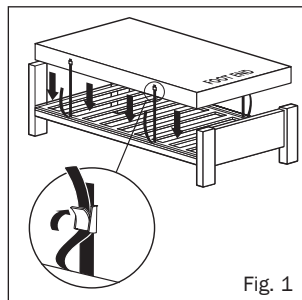

Fig. 1
3. Bevestig de matras aan het bedkader door middel van verstelbare riemen. Steek de bevestigingsriemen onder de originele matras door (of onder het bed kader) en maak vast met de gesp (FIG 1). Dit laat toe dat bewegende delen van het elektrische bed zonder probleem kunnen worden gebruikt. Dit is van belang om te vermijden dat het systeem loskomt van het bed/matras waardoor mogelijke kwetsuren bij de patiënt kunnen veroorzaakt worden. Een 'strap extension kit' is beschikbaar voor 'divan bedden' (partnummer 97-50-10-153).